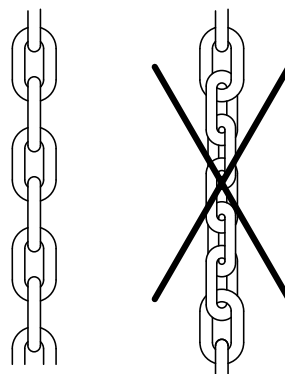

Abb. 2: Veränderung der Haspelkettenlänge
Veränderung der Haspelkettenlänge (Abb. 2)
- Bei Veränderung der Haspelkettenlänge darauf achten, dass die Haspelkette nicht in sich verdreht montiert wird (Abb. 2).